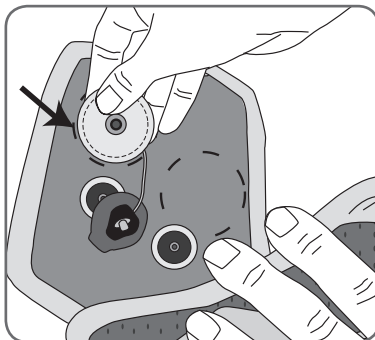

図 27 :新しい電極ベースを取り付けているところ
5. 古い電極ベースがあった位置に新しい電極ベースを取り付けます(図 27 を参照)。